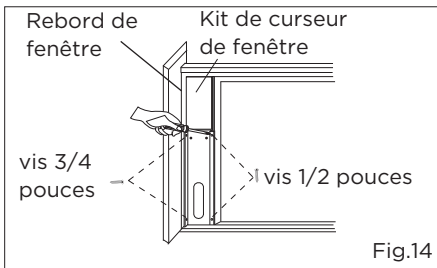

Fig.14
3. Fermez le châssis de la fenêtre contre le kit du curseur de fenêtre. (Fig.14).
4. Utilisez deux vis de 1/2 pouces pour fixer le kit du curseur de fenêtre au châssis de la fenêtre. (Fig.14)
5. Utilisez deux vis de 3/4 pouces pour fixer le kit du curseur de fenêtre au rebord de la fenêtre. (Fig.14)